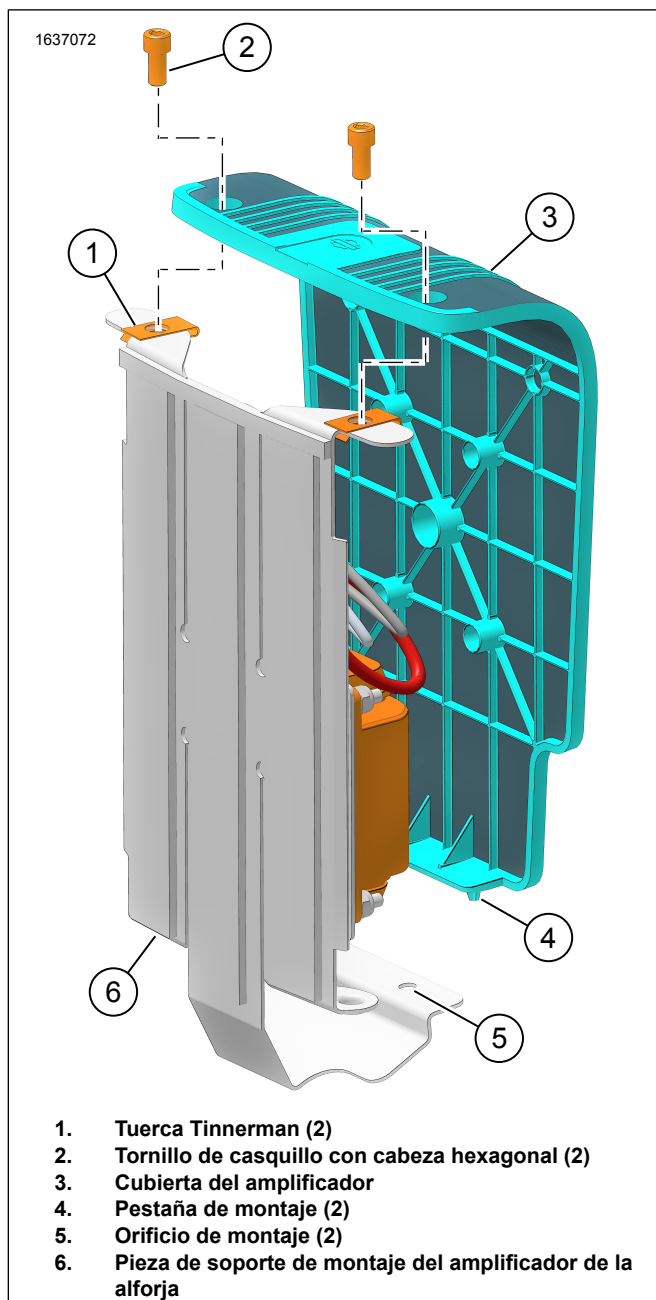

Figura 14. Cubierta del amplificador
17. Figura 14 Instale la cubierta del amplificador (3).
18. Coloque los tornillos (2). Apretar.